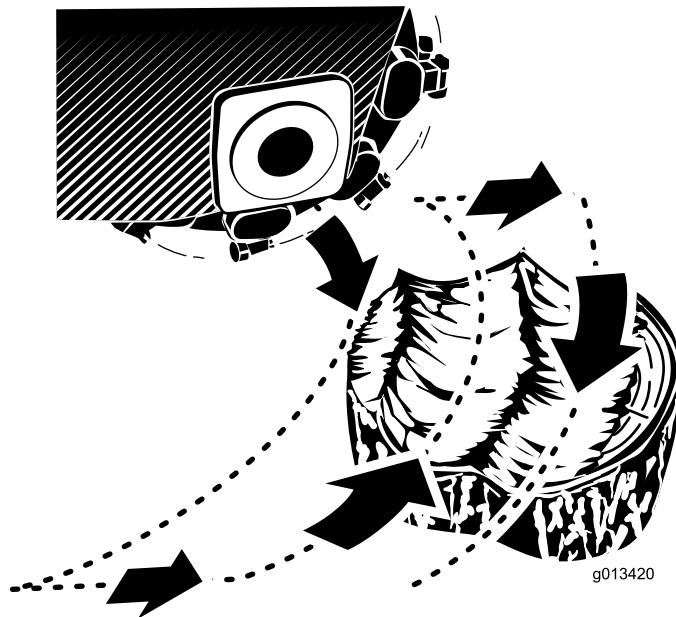

Figura 22
2. Utilice la palanca de control del desbastador y el mando de control de la tracción para posicionar el desbastador a un lado de la parte delantera del tocón, aproximadamente una pulgada por debajo de la superficie (Figura 22).
4. Utilice la palanca de control del desbastador para desplazar el desbastador lentamente por la cara del tocón, eliminando una banda de madera en forma de astillas (Figura 22).
5. Mueva la máquina hacia adelante unos centímetros y repita el paso 4 (Figura 22).
6. Repita los pasos 4 a 5 hasta que haya desbastado toda la cara del tocón (Figura 22).